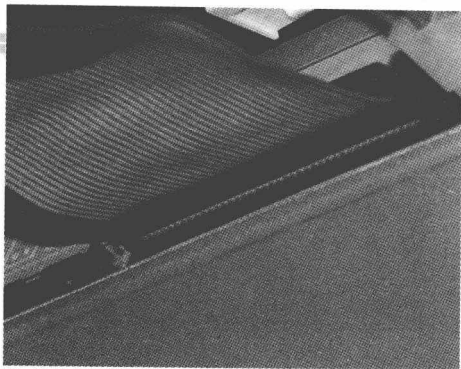

图 1-7
⑥ 将数据线的另一端连接到刻录机的数据线接口，至此刻录机的数据线连接完成，如图 1-7 所示。